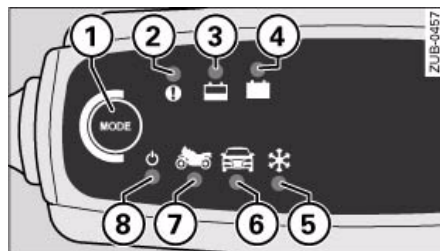

Abb. 3 Einstellung der Spannung am Batterieladegerät
Per Druck auf die MODE-Taste \Rightarrow Abb. 3 ① können Sie bis zur gewünschten Position springen.